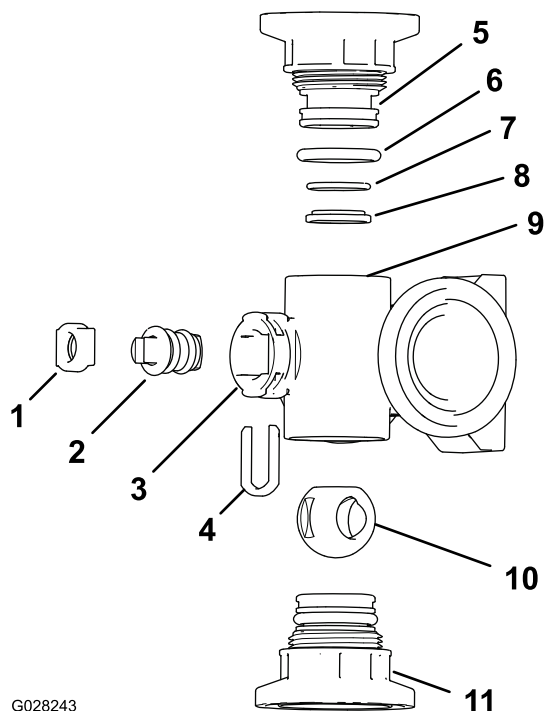

Figure 77
2. Déposez les 2 raccords d'embout à chaque extrémité du corps du collecteur (Figure 77 et Figure 78).
4. Retirez l'étrier de fixation de la tige des fentes de l'orifice de tige du collecteur (Figure 77 et Figure 78).
5. Déposez du collecteur l'étrier de fixation et le siège de la tige (Figure 77 et Figure 78).
6. En passant par le corps du collecteur, déposez la tige de vanne (Figure 77 et Figure 78).
1. Vérifiez l'état et l'usure des joints toriques de raccord de sortie (collecteur de vanne de section seulement), des joints toriques d'embout, des joints toriques de portée arrière et du siège de la bille (Figure 77 et Figure 78).
2. Appliquez de la graisse silicone sur la tige de la vanne et insérez-la dans le siège (Figure 77 et Figure 78).
3. Placez la tige et le siège dans le collecteur et fixez-les à l'aide de l'étrier (Figure 77 et Figure 78).
4. Vérifiez que le joint torique de portée arrière et le siège de la bille sont correctement alignés et engagés dans le raccord d'embout (Figure 77 et Figure 78)
5. Montez le raccord d'embout sur le corps du collecteur jusqu'à ce que la bride du raccord touche le corps (Figure 77 et Figure 78), puis tournez encore le raccord d'embout de 1/8e à 1/4 de tour.